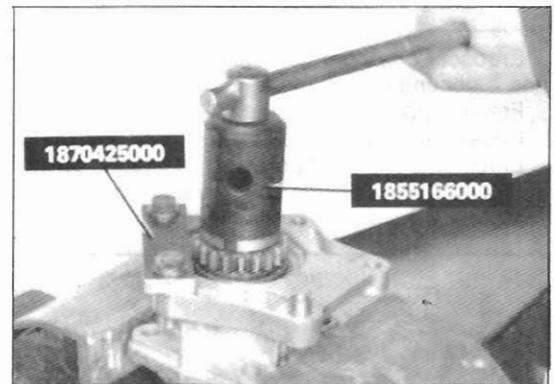

Fig.111 — Imobilização do pinhão e desaperto da porca
Fixar o conjunto no torno de bancada (fig.111).
Imobilizar o pinhão com o auxílio da ferramenta específica "ref. 187 0425 000" (fig.111).
Fixar o conjunto num torno de bancada, como indicado para a desmontagem (fig.111).